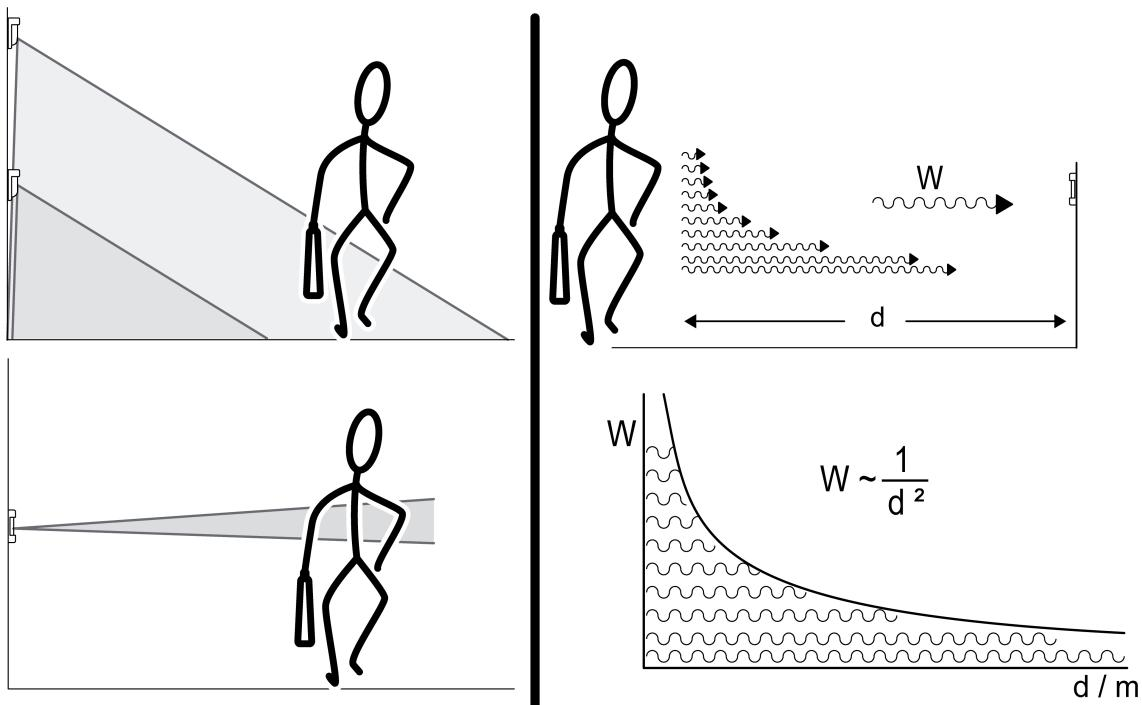

Рисунок 4: Распознавание тепловых источников: геометрия поля распознавания и удаление объекта (закон фотометрического удаления)
датчик движения, направленный с наклоном вниз отличается от направленного прямо в бесконечность (рисунок 4).
- Расстояние между тепловым источником и датчиком движения: чем больше удаление теплового источника от датчика, тем слабее сигнал, распознаваемый датчиком (рисунок 4).